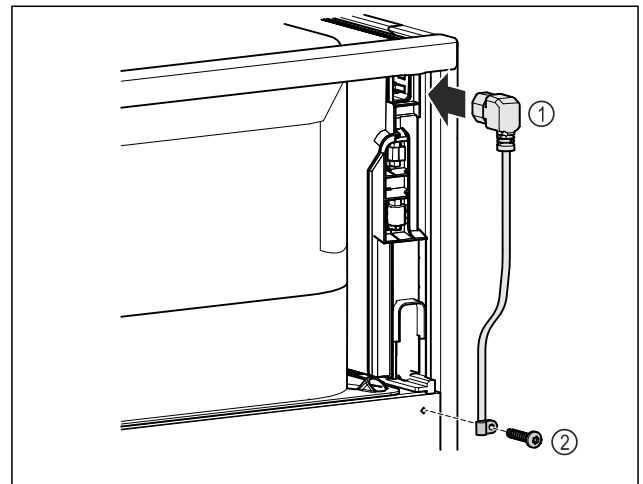

Fig. 9
- Kaltgerätebuchse der Netzanschlussleitung Fig. 9 (1) auf der Rückseite des Geräts einstecken.
- Zugentlastung montieren. Fig. 9 (2)